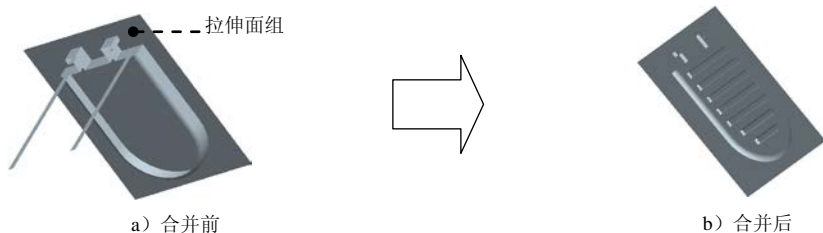

图 9.17 合并面组
③ 在操控板中单击 按钮，完成拉伸特征的创建。
Step6. 将复制面组与拉伸面组进行合并，如图 9.17 所示。